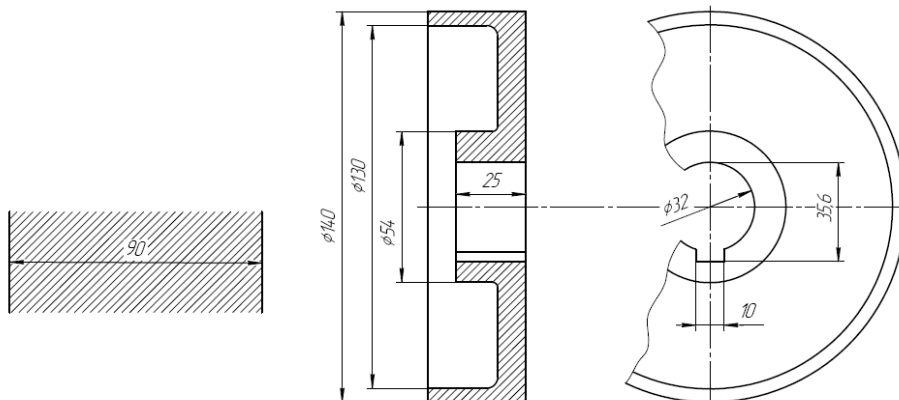

Рис.9.12. Расположение размерных чисел в шахматном порядке, разрыв осевой линии и штриховки.
4. Размерные числа не следует разделять или пересекать какими бы то ни было линиями на чертеже. Не допускается наносить размерные числа в месте пересечения двух размерных линий. В случае необходимости допускается прерывать осевую линию и линию штриховки (см. рис.9.12).
5. При нескольких параллельных размерных линиях следует избегать расположения смежных размерных чисел одного под другим. В этом случае размерные числа располагаются в шахматном порядке (рис.9.12).